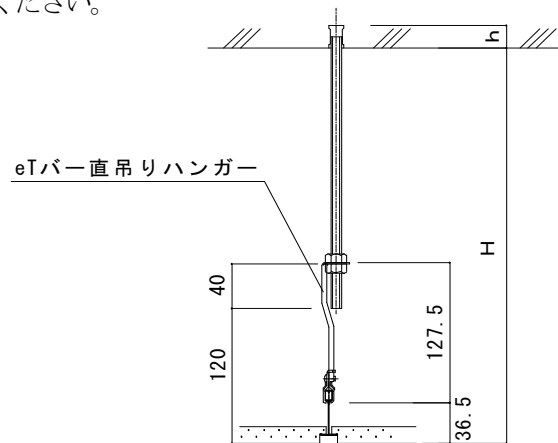

図2-2 吊りボルトの長さ
- ① インサートの位置を確認します。
- ② 所定の位置にインサートが無い場合は増し打ちしてもらいます。
- ③ 吊りボルトの長さを決定します。（図2-2参照）
- ④ 吊りボルトとeTバー直吊りハンガーをセットします。
- ⑤ 直吊りハンガーをセットした吊りボルトをインサートにねじ込み取り付けます。